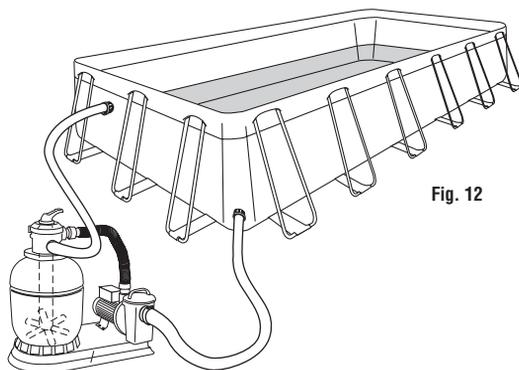

Fig. 12
4) A questo punto, facendo attenzione a tenere il tubo interno posizionato all'esterno della vasca, potete iniziare a riempire di acqua la vostra piscina (Fig. 12).